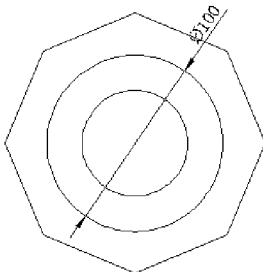

图 3.31 直径标注效果
⑥ 直径(D): 在命令提示区中输入“D”,以直径标注作为快速标注方式。直径标注效果如图 3.31 所示。